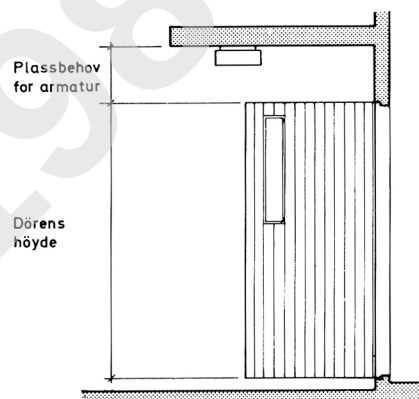

Fig. 121
- 121 *Dørens høyde og slagretning* angir baldakinens minste avstand over reposet, se fig. 121.